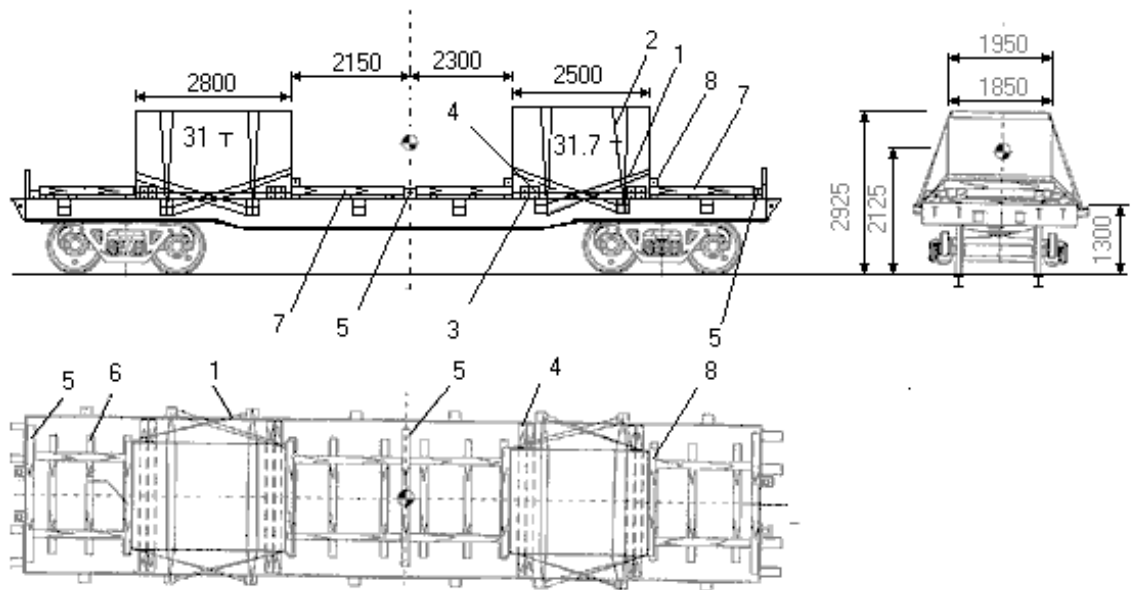

Рисунок 1-Размещение и крепление на платформе двух блоков камня
8. Блоки камня массой 31,0 - 31,7 т на платформе размещают в количестве двух штук (рисунок 1). Каждый блок устанавливают на четыре подкладки 3 толщиной не менее 50 мм, размещенные попарно.